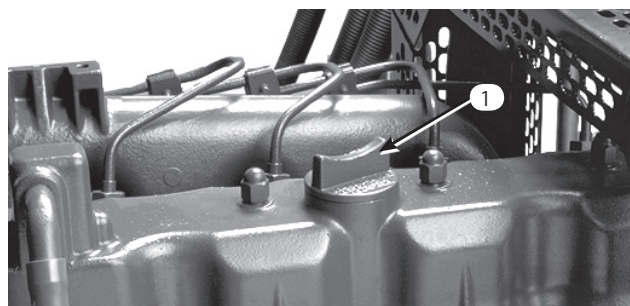

図4
4. 不足している場合は、キャップ（図4）を取り、Full 位置までオイルを補給する。入れすぎないこと。